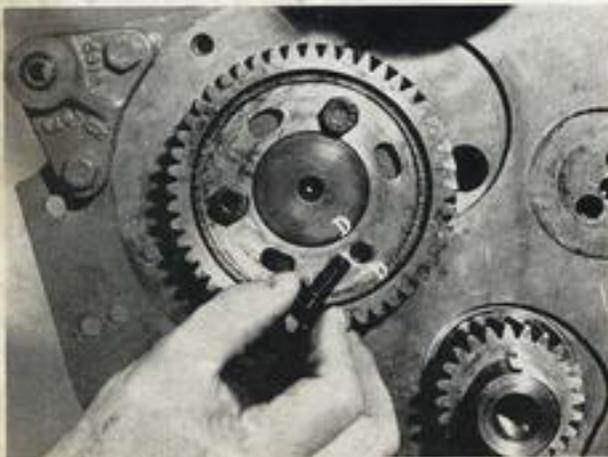

Fig. 9
- Monter le pignon d'arbre à cames, les repères "D" bien en face (voir fig. 9).